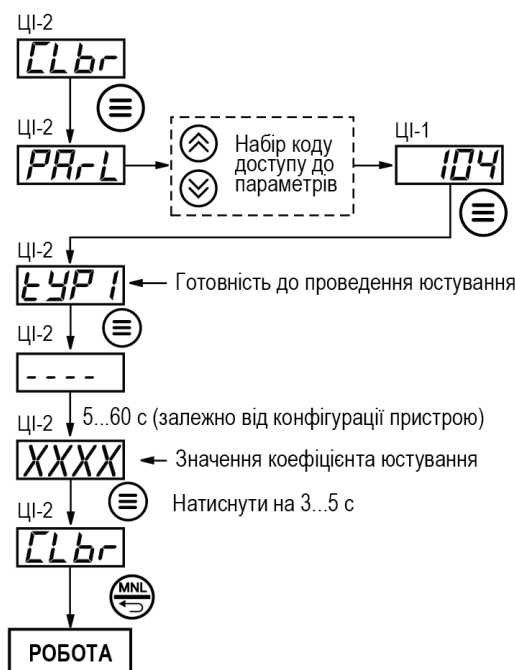

Рисунок 8.2 – Схема проведення юстування пристрою для роботи з первинним перетворювачем
3. Виконати юстування пристрою у послідовності, що показана на рисунок 8.2.
3. Виконати юстування пристрою відповідно до алгоритму, що наведений на рисунок 8.2. Після закінчення юстування пристрій виводить на ЦІ-2 обчислене значення коефіцієнта, яке вноситься в енергонезалежну пам'ять, за умови, що на ЦІ-4 відсутня заставка Lb . Щоб зберегти коефіцієнт юстування, необхідно натиснути й утримувати кнопку ⊞ . На ЦІ-2 з'явиться заставка Lb .
- Виконати юстування пристрою у послідовності, що показана на рисунок 8.2. Після закінчення юстування пристрій виводить на ЦІ-2 обчислене значення коефіцієнта, яке вноситься в енергонезалежну пам'ять, за умови, що на ЦІ-4 відсутня заставка EL . Щоб зберегти коефіцієнт юстування, необхідно натиснути й утримувати кнопку ⊖ . На ЦІ-2 з'явиться заставка $ELbr$.
3. Виконати юстування пристрою у послідовності, що вказана на рисунок 8.2. Після закінчення юстування пристрій виводить на ЦІ-2 обчислене значення коефіцієнта, яке вноситься в енергонезалежну пам'ять, за умови, що на ЦІ-4 відсутня заставка $\overline{CL}$. Щоб зберегти коефіцієнт юстування, необхідно натиснути й утримувати кнопку $\left(\equiv\right)$. На ЦІ-2 з'явиться заставка $\overline{CLbr}$.